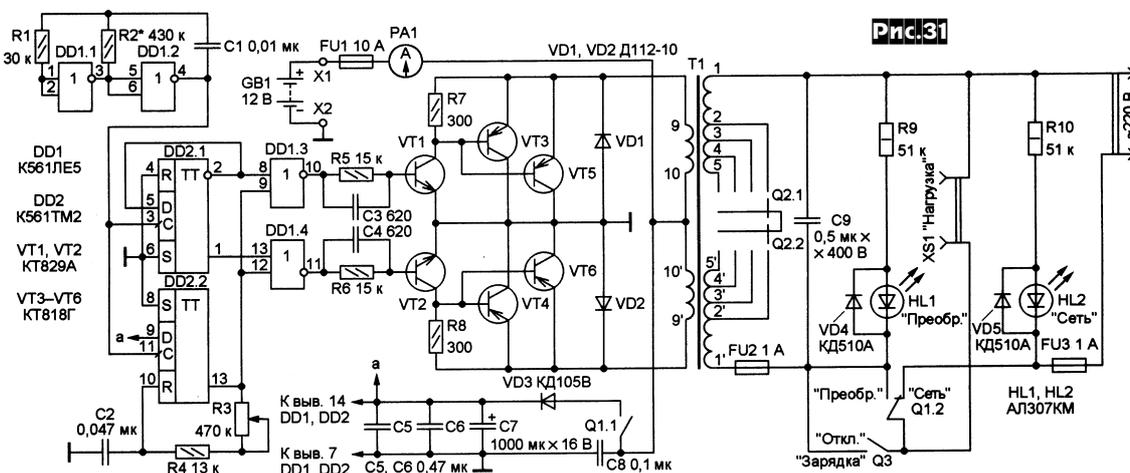

Рис.31
**Преобразователь напряжения (рис.31)**, разработанный В.Гричко, обеспечивает питание бытовых электроприборов мощностью до 100 Вт переменным напряжением 220 В 50 Гц от 12-вольтового автомобильного аккумулятора. Он состоит из задающего генератора DD1.1-1.2, D-триггера DD2.1 (обеспечивает противофазную коммутацию обмоток 9-10/9'-10' трансформатора T1 ключами VT1-VT6) и ждущего мультивибратора DD2.2, создающего «засор» в управляющих импульсах и таким образом предотвращающего сквозные токи ключевых транзисторов. Диоды VD1, VD2 в